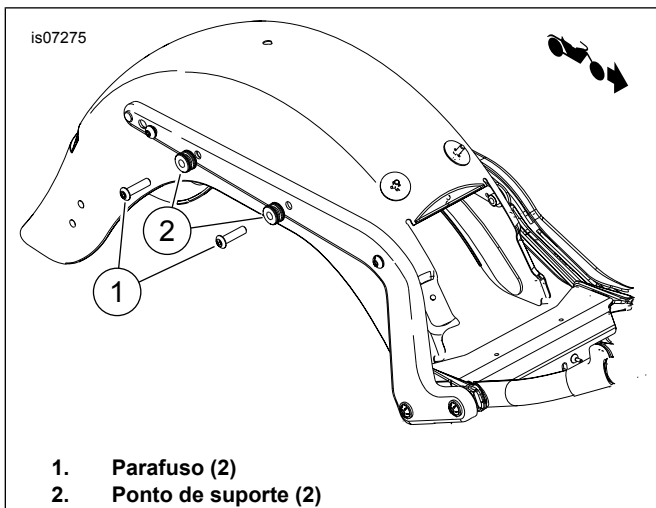

Figura 3. Instalação do ponto de suporte (sem outros acessórios removíveis)
SEM outros acessórios removíveis: Veja Figura 3. Insira os parafusos (1) através dos mini pontos de suporte (2). Instale os parafusos no suporte de montagem do suporte do para-lama (dentro do para-lama). Aperte os parafusos com torque de 28–36 N·m (21–27 ft-lbs).